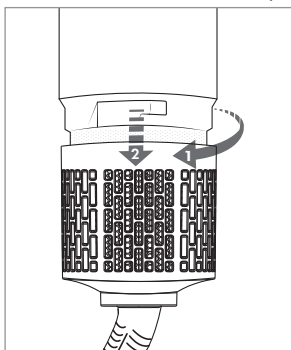

Fig. 9
- Pour nettoyer l'admission d'air, tournez la grille d'admission d'air ⑤ dans le sens antihoraire et détachez-la du corps de l'appareil (voir fig. 9). Utilisez un chiffon sec ou un pinceau à poils doux ou une brosse pour retirer la poussière présente sur le textile filtrant placé en dessous, jusqu'à ce qu'il soit entièrement débarrassé de tous les résidus. Ensuite, fixez à nouveau la grille d'admission d'air ⑤ sur le corps de l'appareil ; pour ce faire, tournez la grille d'admission d'air ⑤ dans le sens horaire jusqu'en butée.